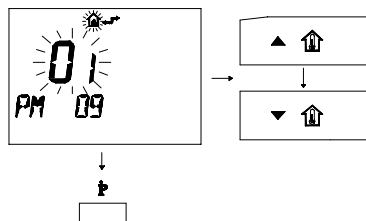

Figura 9.13
- Modificare il SET programmato agendo sui pulsanti ▲ o ▼ e aspettare che il numero programmato cominci a lampeggiare (Figura 9.13).